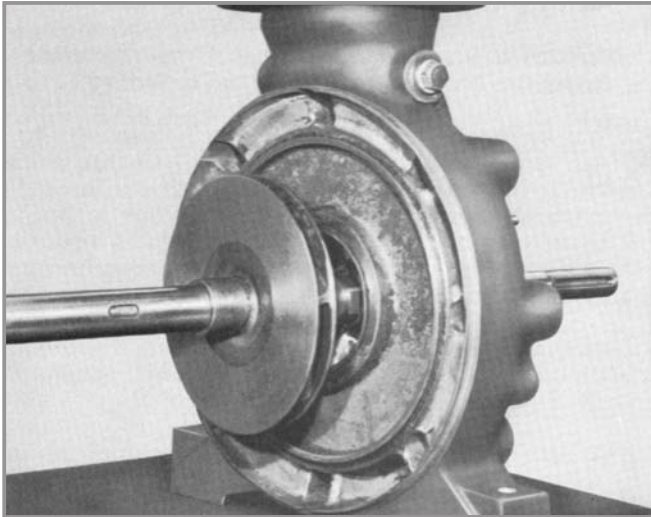

Fig. 71 - Bomba já sem o primeiro corpo de estágio (108)
21. Desmontar a luva de estágio (521) e o rotor (230) do próximo estágio junto com a respectiva chave (940.2).
22. Seguir nesta seqüência até a desmontagem do primeiro corpo de estágio (vide Fig. 71).